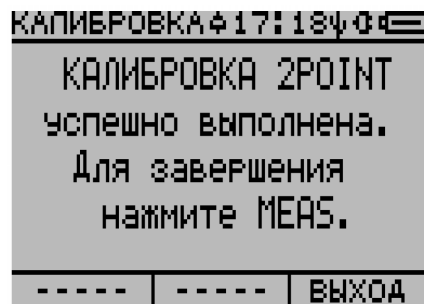

Рисунок 2.87
14) Если процедура калибровки будет выполнена успешно, то на экране дисплея появится следующее сообщение: **«КАЛИБРОВКА 1POINT успешно выполнена. Для завершения нажмите MEAS.»** (рисунок 2.87).